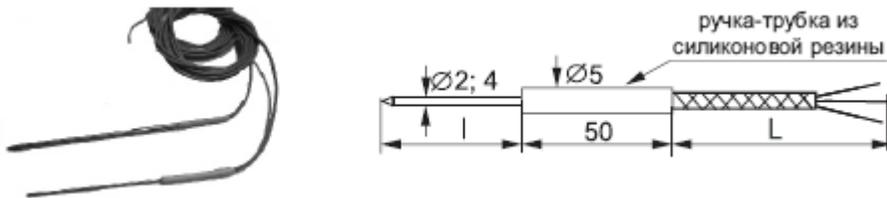

Рисунок 1 – Внешний вид и габаритные размеры термометра
2.3 НСХ, номинальный ток, показатель тепловой инерции, пределы допускаемых отклонений и габаритные размеры (см. рисунок 1) – в соответствии с таблицей 1.